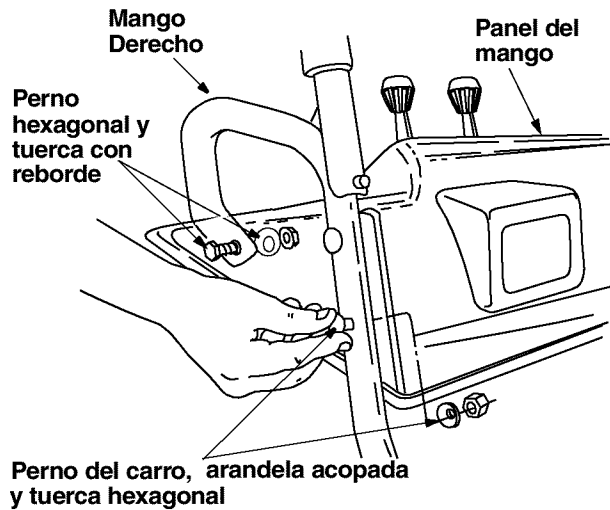

Figura 3
- Coloque el panel del mango en posición entre los mangos de manera que los extremos de la parte curvada de los mangos atraviesen las ranuras en el panel del mango. Alinee los orificios en el mango con los orificios en los dos lados del panel del mango. Vea la Figura 3.
- Fije el panel del mango al mango con dos pernos del carro, arandelas acopadas (lado acopado contra el panel del mango) y tuercas hexagonales de cada lado. Vea la Figura 3. Usted encontrará esos sujetadores en el conjunto de la ferretería (Grupo B en la página 42). Alinee el contorno de la cabeza del perno del carro con el mango.
- Fije cada lado del reverso del panel del mango con un perno hexagonal de y tuerca con reborde del conjunto de la ferretería (Grupo C en la página 42). Vea la Figura 3. No ajuste en este momento. Repetir en el otro lado.